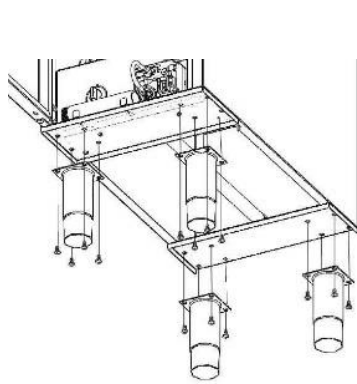

Fig. 1
1. Installez les 4 pieds de nivellement à travers le bas de la friteuse, à l'aide d'un tournevis cruciforme, assemblez chaque pied avec 4 vis A (Fig. 1).